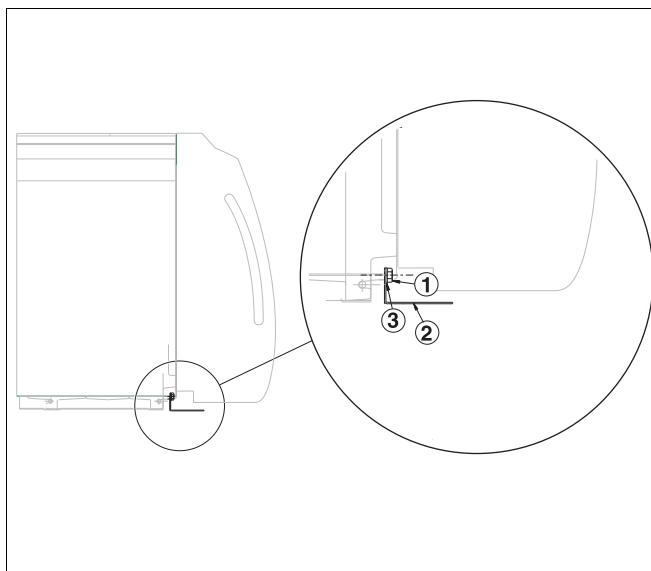

Рис. 5 Монтаж отопительного котла на баке-водонагревателе
- Положите крепежный уголок (рис. 5, **поз. 2**) на оканто-ванную планку угловой рейки и слегка приверните к опорам котла болтами M10 x 55 (рис. 5, **поз. 1** и **3**).